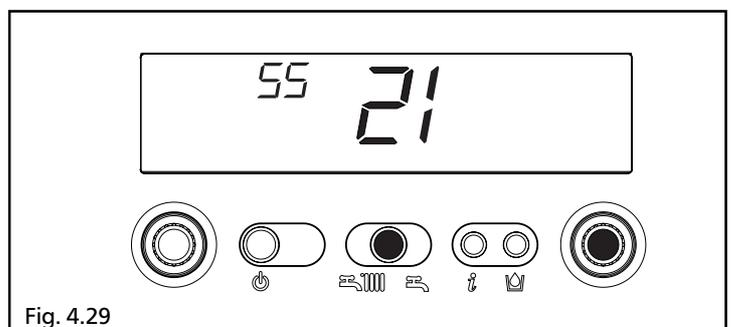

Fig. 4.29
- confermare il nuovo valore impostato premendo ENTER. I digit smettono di lampeggiare (fig. 4.29)